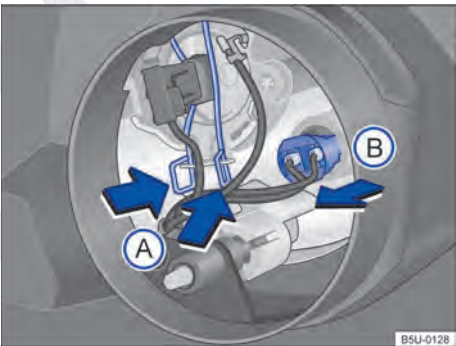

Fig. 187 Acesso à lâmpada incandescente do farol alto / longo alcance e luz de posição.
5. Comprimir ambos os lados da mola de travamento separadamente ⇒ Fig. 187 setas (A) contra a lâmpada, deslocar a mola para destravar a lâmpada.
4. Remover o soquete ⇒ Fig. 187 (B) no sentido da seta.